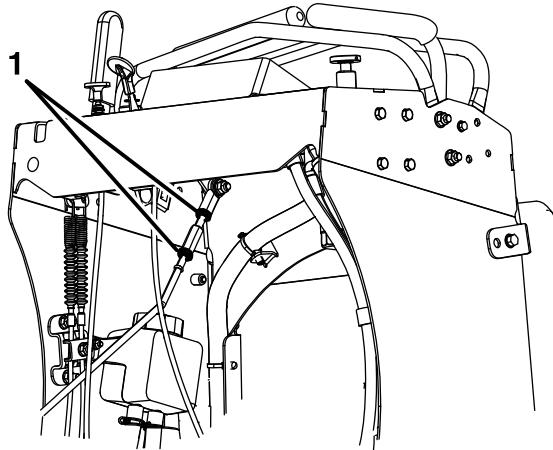

Figure 46
- Laissez les leviers de commande revenir au point mort et desserrez les deux écrous de blocage sur la tringlerie de réglage hexagonale (Figure 46).
- Resserrez les écrous de blocage (Figure 46).